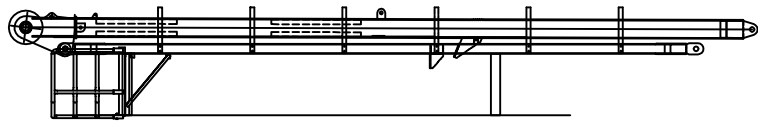

FIGURE 6A
1. MAST ASSEMBLY WILL BE RECEIVED AS SHOWN IN FIGURE 6A. MAST SHOULD BE ERECTED ON LEVEL GROUND WITH ADEQUATE CLEARANCE ALL AROUND.